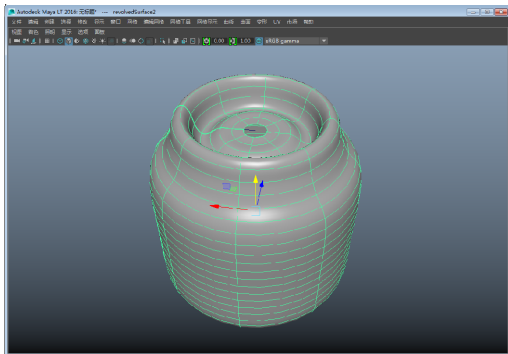

图 3-158 重构模型
- 7 设置完毕后，单击【重建】按钮即可对曲面进行一次重构，此时的模型效果如图 3-158 所示。